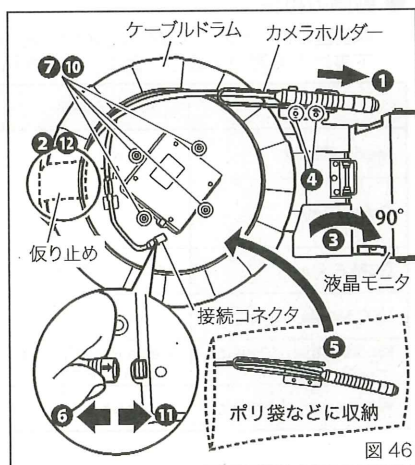

図 46
1. ケーブルドラムの取外し（図 46、47）
⑩ケーブルドラムのネジ穴と本体側のネジ穴位置を合わせ、ネジを固定します。(⑦で外したネジ) (図 46、47)
⑪コネクタを接続します。ケーブル側の→表示を上向きにして、本体側コネクタに結合します。結合を確認するため、軽くコネクタを引っ張り、抜けないことを確認します。(図 46)
⑫ケーブルドラムが回転しない様、②と同様にテープでケーブルドラムを仮止めます。(図 46)